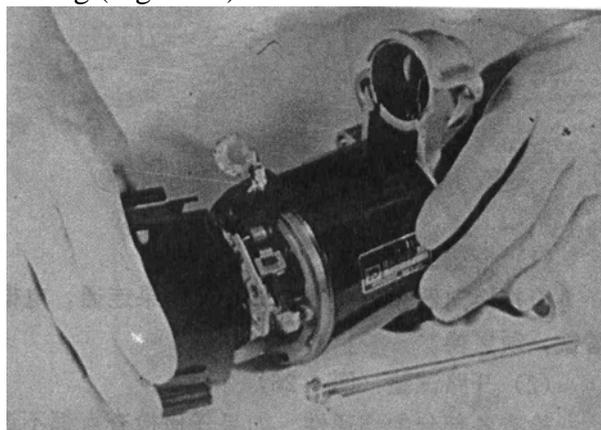

Fig. 9-14
(4) Remove commutator end housing (Fig. 9-14)。